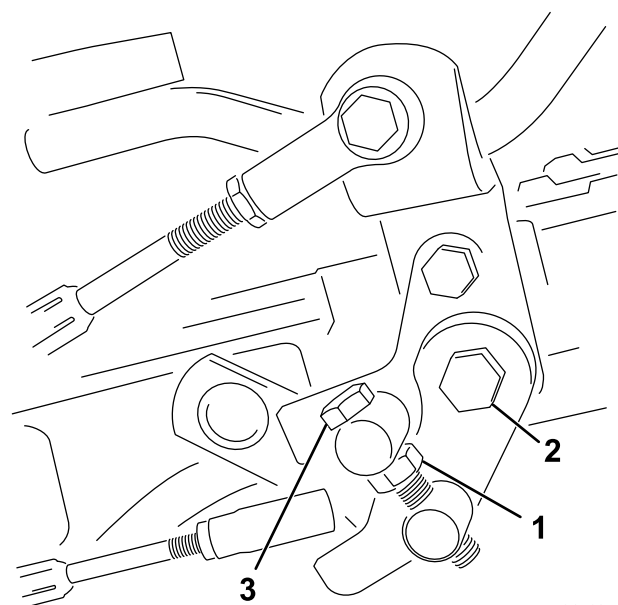

Рисунок 49
1. Ослабьте контргайку на болте муфты (Рисунок 49).
4. Затяните зажимную гайку на болте муфты и гайку на шарнире педали для фиксации регулировки (Рисунок 49). Проверьте регулировку и при необходимости повторите ее.